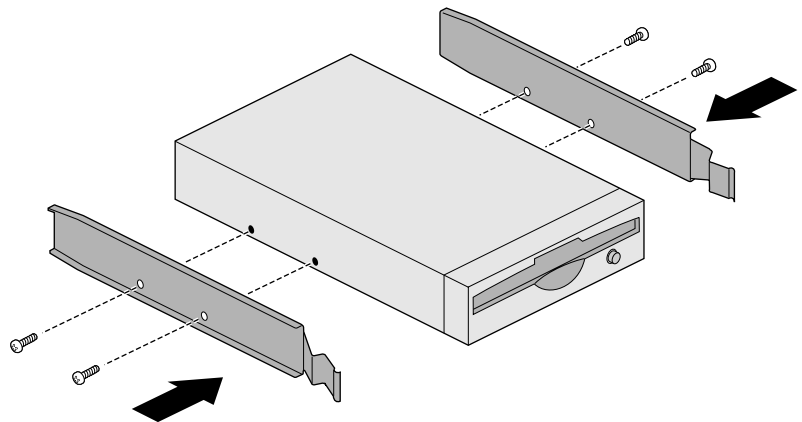

図 4-3 ドライブスレッドの取り付け
7. 適切なネジを使用してドライブスレッドをドライブの両脇に取り付けます (図 4-3)。スレッドにより、ドライブベイの所定の位置にドライブが固定されます。ドライブスレッドには各種のネジ穴があり、異なるドライブにもスレッドを取り付けることができます。